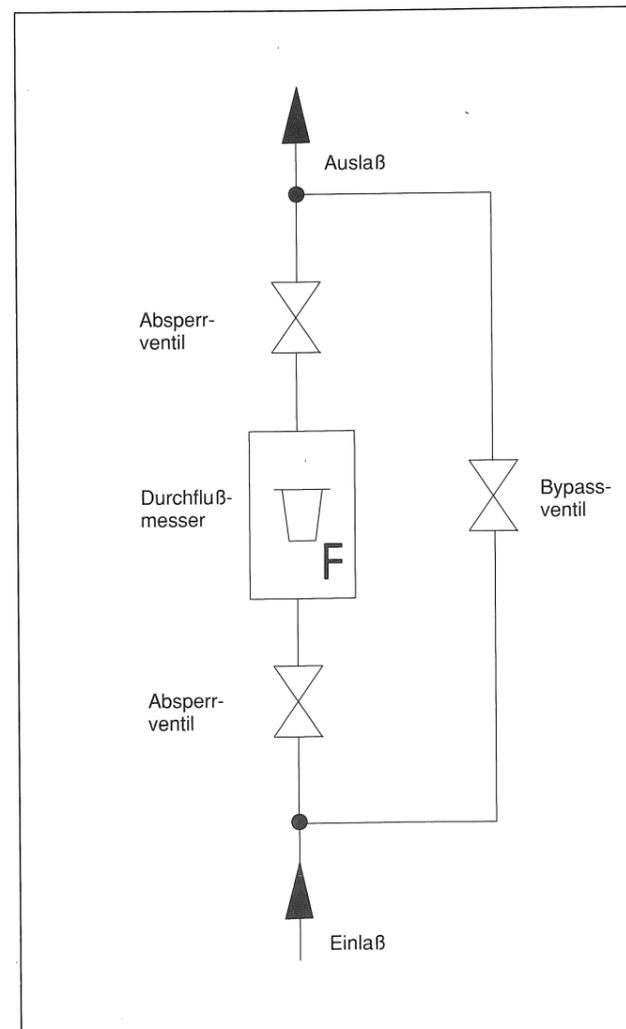

Abb. 2 Einbau des Durchflußmessers
2.1 Einbaubedingungen (siehe Abb. 2)
- Wenn der Durchflußmesser in eine Leitung eingebaut werden soll, bei der eine Außerbetriebnahme unzumutbar oder unmöglich ist, ist eine **Umgehungsleitung** (Bypass), wie in Abb. 2 gezeigt, vorzusehen.